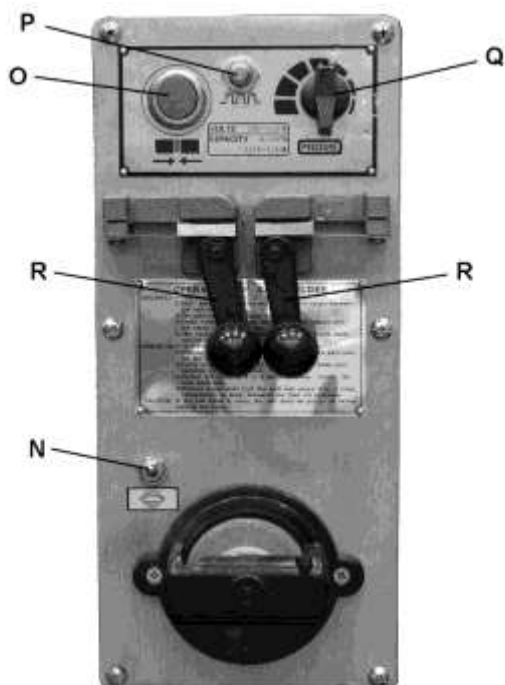

Рис. 4.
**Рычажный переключатель шлифовального круга (N, Рис. 4)** – расположен на панели управления устройства для сварки. Чтобы запустить шлифовальный круг, переведите рычаг переключателя вверх; чтобы остановить – вниз.
**Кнопка включения устройства для сварки (O, Рис. 4)** – находится на панели управления устройства для сварки. Для начала сварки нажмите и удерживайте кнопку. Когда сварка закончена, устройство отключается автоматически. По завершении сварки отпустите кнопку.
**Кнопка включения отжига (P, Рис. 4)** – находится на панели управления устройства для сварки. Нажмите и удерживайте кнопку, чтобы отжечь полотно, по завершении отпустите кнопку.
**Ручка регулировки давления зажимов ленточного полотна (Q, Рис. 4)** – находится на панели управления устройства для сварки. С ее помощью устанавливается давление прижима для полотен различной ширины.
**Прижимы пильного полотна (R, Рис. 4)** – расположены на панели управления устройства для сварки. Когда ручки зажимов опущены, в зажимы можно завести полотно. Для фиксации полотна поднимите ручки.